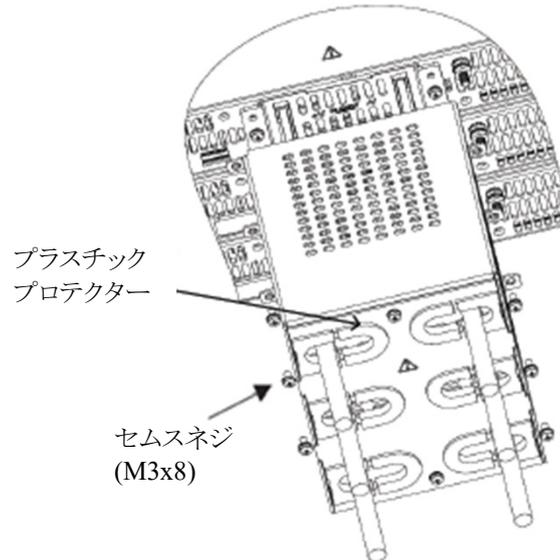

図4-44 出力端子カバーのリアパネルへの取り付け方法
3. 図4-44に示すようにM3×8セムスネジ(製品に添付されています)を使用して、電源のリアパネルに出力端子カバーを取り付けます。
(図4-44はGSP15kWの場合ですが、GSP10kWも同様です。